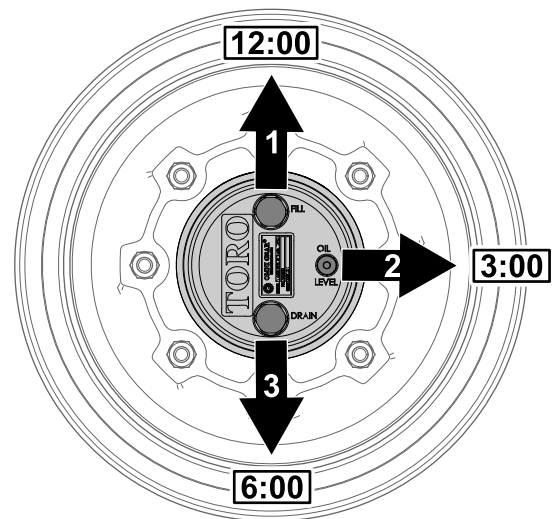

Figure 62
1. Garez la machine sur une surface plane et horizontale et positionnez la roue de sorte que le bouchon de remplissage se trouve à la position 12 heures, le bouchon de contrôle à la position 3 heures, et le bouchon de vidange à la position 6 heures (Figure 62).
2. Retirez le bouchon de contrôle à la position 3 heures (Figure 62).
1. Garez la machine sur une surface plane et horizontale et positionnez la roue de sorte que le bouchon de remplissage se trouve à la position 12 heures, le bouchon de contrôle à la position 3 heures, et le bouchon de vidange à la position 6 heures; voir la Figure 62 à la section Contrôle du niveau de lubrifiant du train planétaire (page 62).